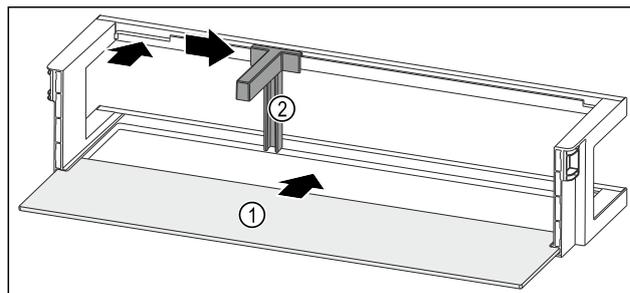

Fig. 119 Balconnet de contre-porte avec tablette de rangement
- ▶ Insérer la tablette de rangement Fig. 119 (1) dans les évidements latéraux.
- ▶ Insérer le porte-bouteilles Fig. 119 (2) dans l'évidement.
- ▶ Pousser le porte-bouteilles Fig. 119 (2) sur le côté en position souhaitée.